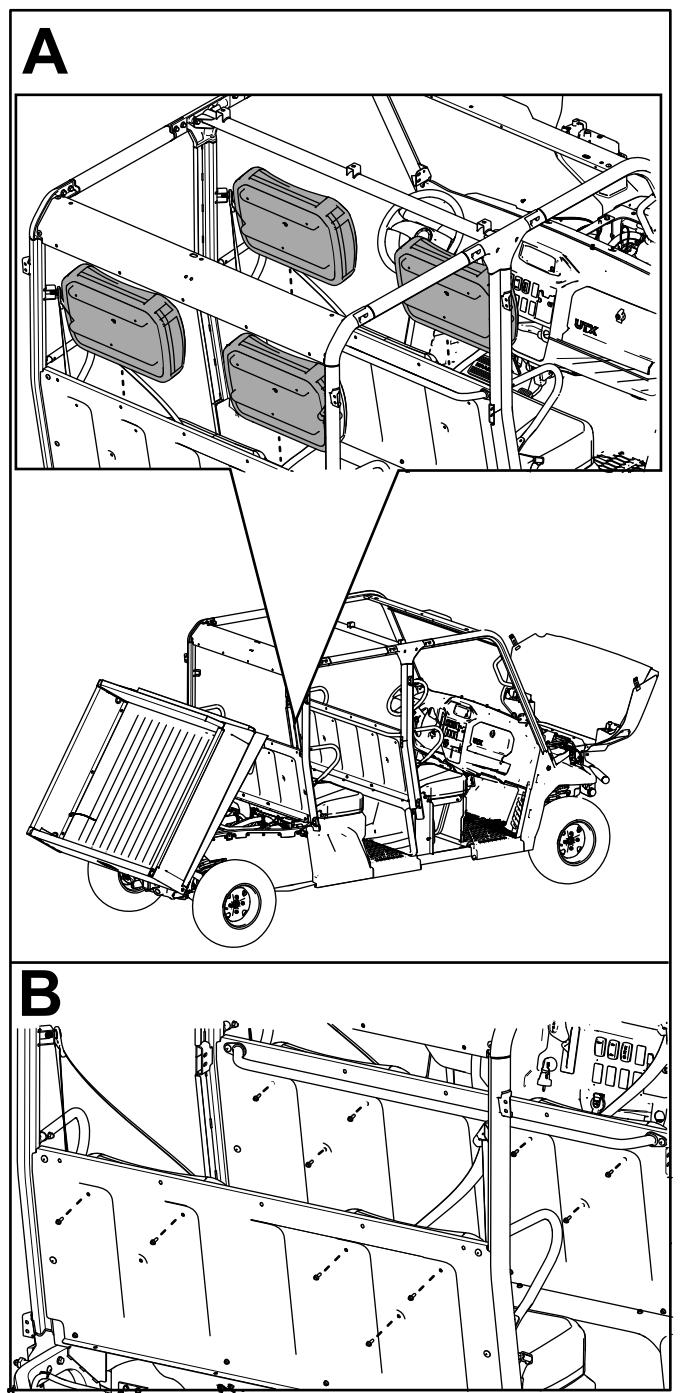

Figure 65
- E. Fixez les 4 dossier de siège aux panneaux de siège à l'aide de 11 boulons à tête hexagonale à embase (1/4 x 3/4 po), comme montré à la Figure 65.